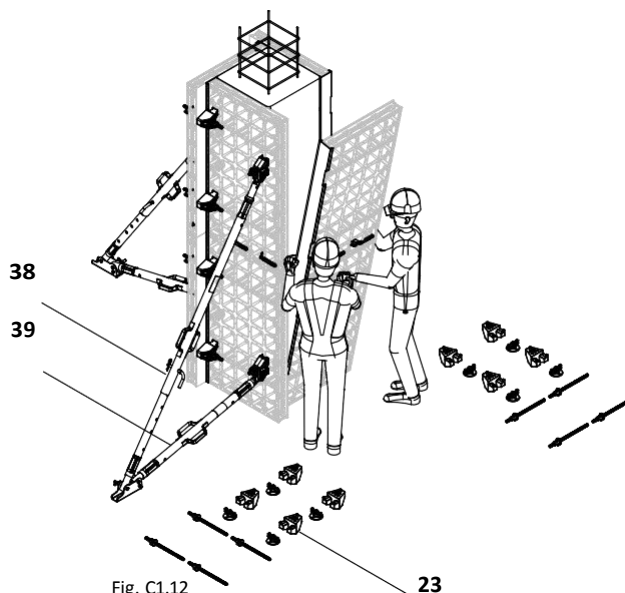

Fig. C1.12
2. Демонтирайте ъгловия съединител DUO (23) от двете страни на елемента.
5. Демонтирайте вертикализаторите (38) и напр. рамена (39) на третата единица елементи.
8. Разхлабете петата на последната единица елементи, демонтирайте вертикализаторите и напр. рамена и преместете единицата. (Fig. C1.12)
2. Демонтирайте ъгловите съединители DUO (23) от елементите. (Fig. C1.12)